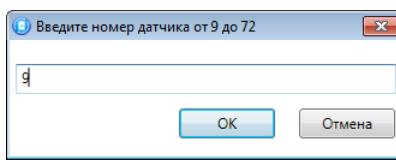

Рисунок 4.36 — Ввод номера радиоустройства
2. В открывшемся окне укажите номер радиоустройства из числа еще не занятых в нумерации ШС, ШС СКП и радиоустройств (в указанном диапазоне) и нажмите кнопку *OK* (см. рисунок 4.36).